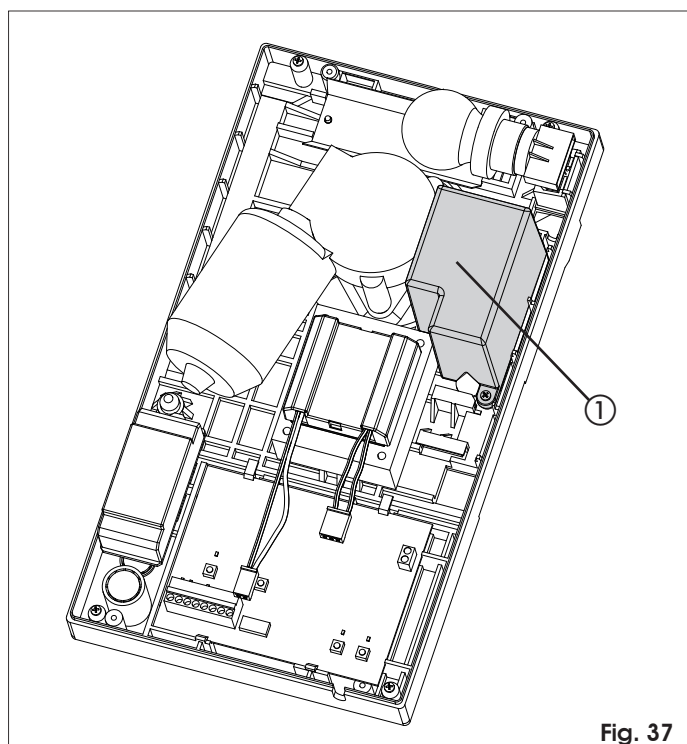

Fig. 37
Der Pufferbatteriensatz ermöglicht die Betätigung der Automation auch bei Ausfall der Stromversorgung. Die Batterien werden im Antrieb mit Hilfe einer mitgelieferten Schraube untergebracht (Abb. 37 Bez. ①).